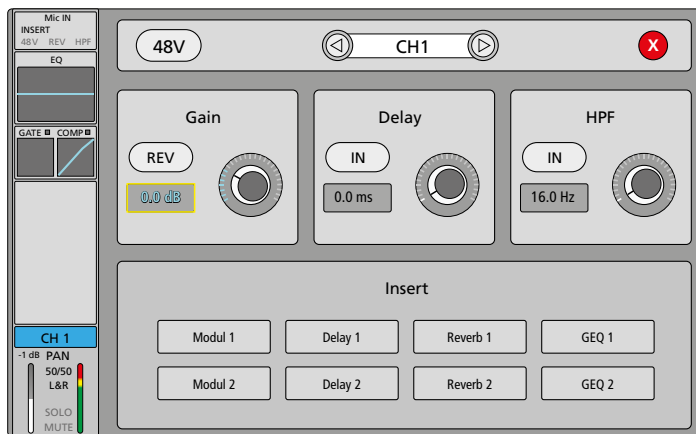
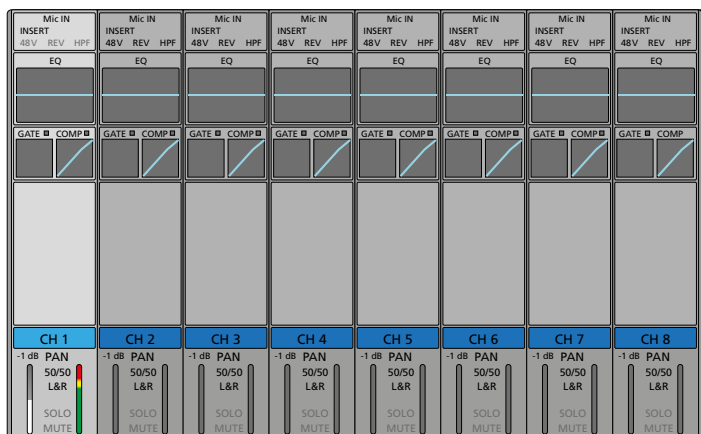

Abb. 5 Eingangsanpassung
Abb. 4 Übersicht der Eingangskanäle
- 1) Die Taste  $\cup$  (2) ca. 5 s lang drücken. Der Bildschirm (1) zeigt nach einem Startbild die Übersicht der Eingangskanäle IN 1–8 (Abb. 4) und das Pult ist einsatzbereit.
- 3) Den Eingangskanal „CH 1“ durch Drücken der Taste SEL (10) auswählen. Die Taste leuchtet und der Kanalstreifen in der Übersicht wird hervorgehoben.
- 4) Um die Ansicht der Eingangsanpassung (Abb. 5) aufzurufen, auf das Feld „Mic IN“ im obersten Teil des hervorgehobenen Kanalstreifens tippen.